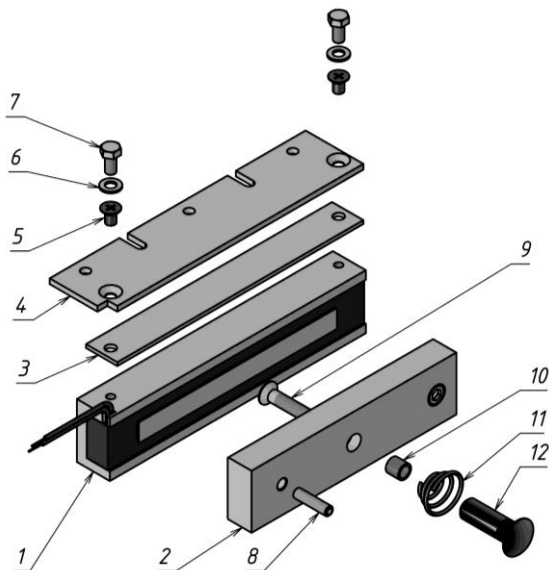

Рисунок 1 - Комплект поставки замка
3.1 В комплект поставки замка ALM-180FB (рисунок 1) входят:
- корпус (1) - 1 шт.
- якорь (2) - 1 шт.
- планка (3) - 1 шт.
- пластина (4) - 1 шт.
- винт М5х8 (потайн.) (5) - 2 шт.
- шайба 5 (6) - 2 шт.
- болт М5х10 (7) - 2 шт.
- штифт (8) - 1 шт.
- винт М6х35 (9) - 1 шт.
5.6 Винт крепления якоря (поз.9 рис.1) необходимо затянуть с усилием, достаточным для исключения его отворачивания в процессе эксплуатации. Рекомендуется ставить винт на стопорящий герметик типа «Анатерм» или на нитрокраску НЦ.